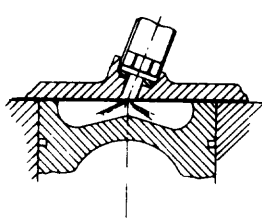

Fig. 1
- a) motores de inyección directa (fig. 1);